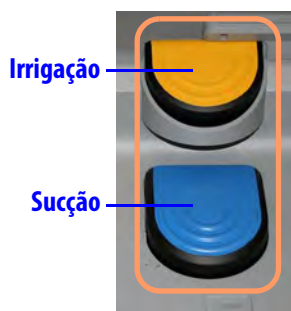

Figura 9.5 Controles do Console do Cirurgião
1. Pressione o pedal azul para ativar a sucção (Figura 9.5).
2. Pressione o pedal amarelo para ativar a irrigação (Figura 9.5).